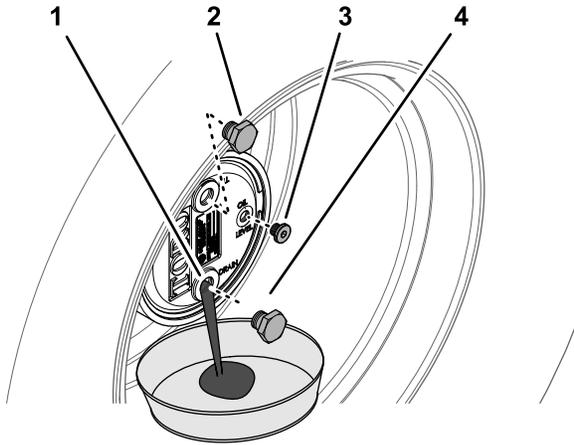

Figura 102
- Retire el tapón de llenado en la posición de las 12 y compruebe el tapón en la posición de las 3 (Figura 102).
- Coloque un recipiente debajo del cubo planetario, retire el tapón de vaciado en la posición de las 6 y deje que se drene el aceite (Figura 102).
- Instale el tapón de vaciado en el orificio de vaciado del alojamiento de los engranajes planetarios (Figura 102).